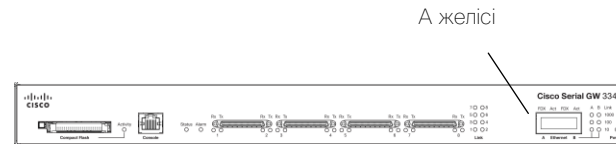

Рис. 1. Вид устройства Serial GW 3340 сзади
- Подсоедините кабель электропитания к задней стороне устройства Serial GW 3340 (см. рис. 1).. Выключатель отсутствует.